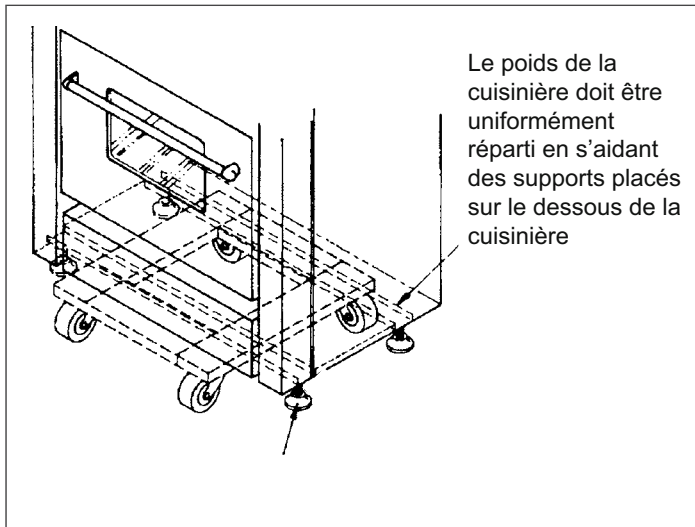

Figure 6 : Mise en place sur la plate-forme à roulettes
- En raison du poids de la cuisinière, il convient d'utiliser une plate-forme à roulettes souples pour la déplacer. Le poids doit être uniformément réparti sur la plate-forme (voir Figure 6).